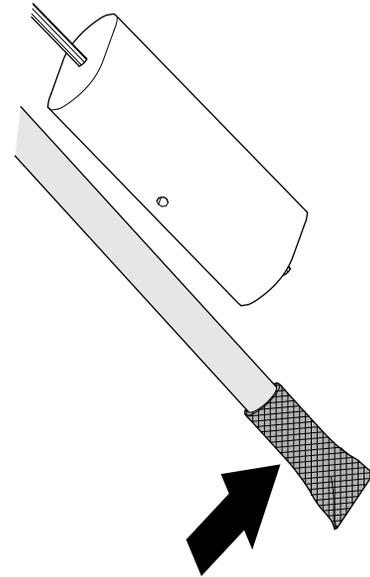

Figura 91
1. Limpe o ecrã no fim do tubo de captação de combustível (Figura 91).